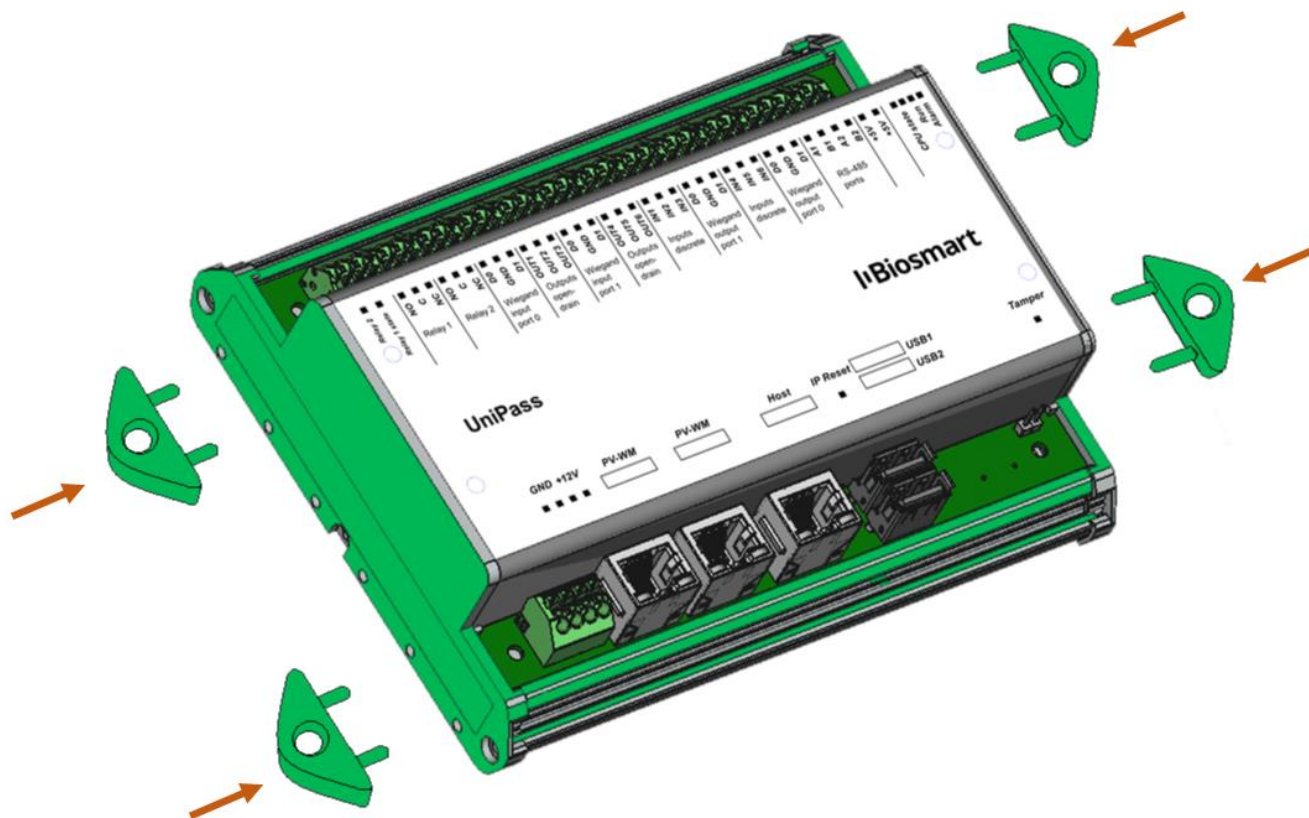

Рисунок 4. Установка фланцев для настенного монтажа
3. Вставьте фланцы из комплекта в боковые разъемы на корпусе контроллера (рисунок 4).